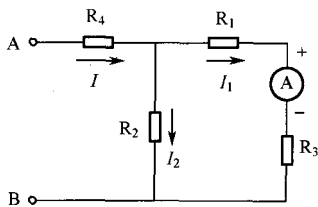

图 1-6
2. 如图 1-6 所示, 已知电流表读数为 0.5 A, $R_1 = R_3 = 6 \Omega$, $R_2 = 12 \Omega$, $R_4 = 5 \Omega$ 。